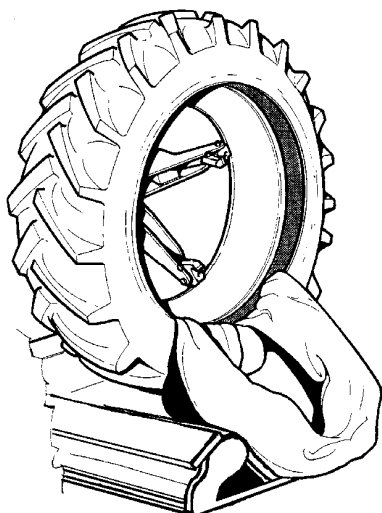

Fig.48
9. Eloigner le pneu de la jante en déplaçant le chariot porte-outil vers l'extérieur: de cette façon, il sera plus aisé d'extraire la chambre à air (Fig.48).